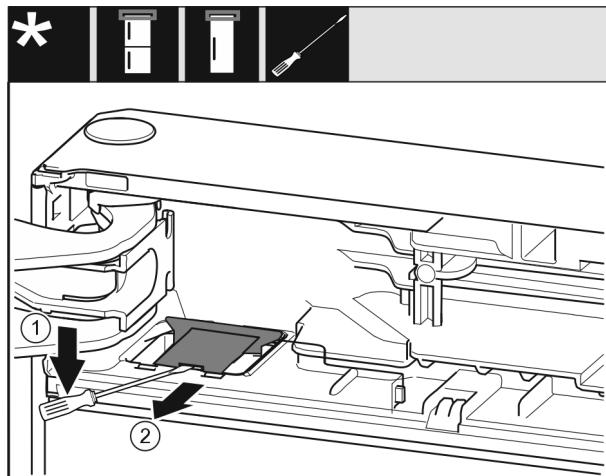

Fig. 10
- С плоска отвертка освободете капака Fig. 10 (1).
- Извадете капака Fig. 10 (2).